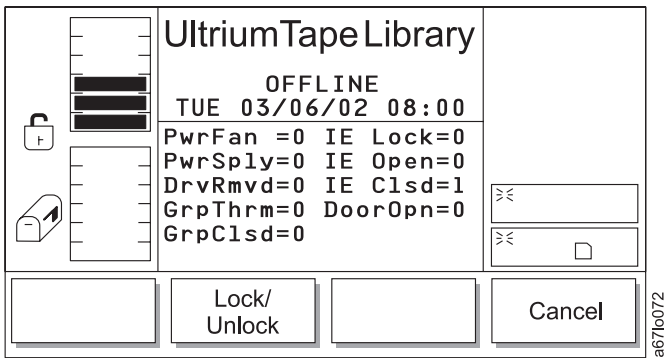

Abbildung 166. Sensordialog
- Wird **Sensors** ausgewählt, erscheint der Sensordialog (siehe Abb. 166 auf Seite 180).
Sensordialog: Wird **Sensors** ausgewählt, erscheint der Sensordialog (siehe Abb. 166). Diese Option zeigt den Echtzeitstatus der Sensoren an und ermöglicht das Sperren oder Entsperren der E/A-Station.
Tabelle 115. Übersetzung von Abb. 166, Sensordialog